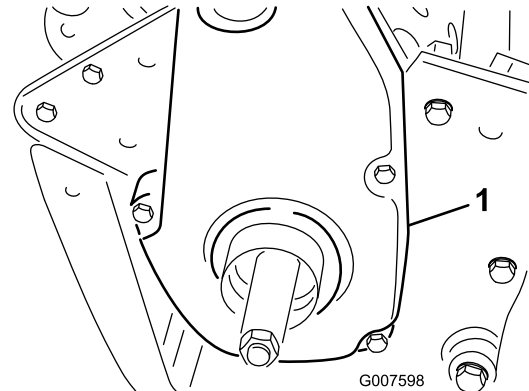

Bild 43
1. Nehmen Sie die Befestigungsschrauben der Riemenabdeckung und die Riemenabdeckung ab, um den Riemen zugänglich zu machen (Bild 43).